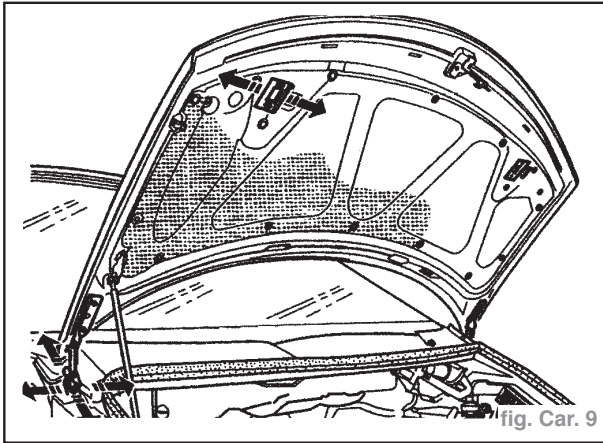

fig. Car. 9
- 1) Régler la profondeur et le centrage transversal en faisant glisser les fixations des charnières sur la caisse ainsi que les pènes sur le capot, de manière à assurer la continuité des lignes de capot avec les ailes (fig. Car. 9).